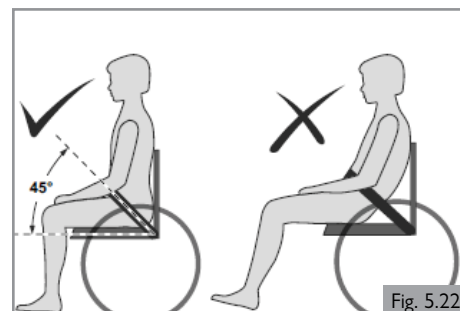

Fig. 5.22
3. En général, la ceinture sous-abdominale doit être fixée de façon à former un angle d'environ 45° (Fig. 5.22). Si elle est correctement ajustée, elle empêche l'utilisateur de glisser dans le siège.